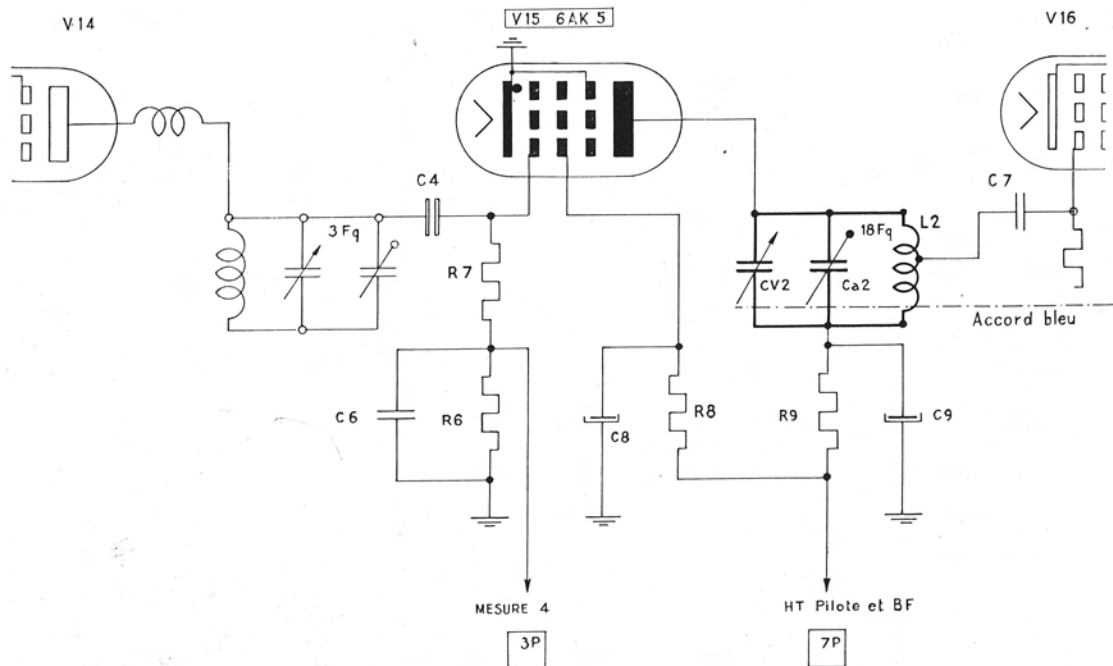

Fig. 2. — *Multiplicateur de fréquence.*
b) **Multiplicateur de fréquence** (fig. 2).